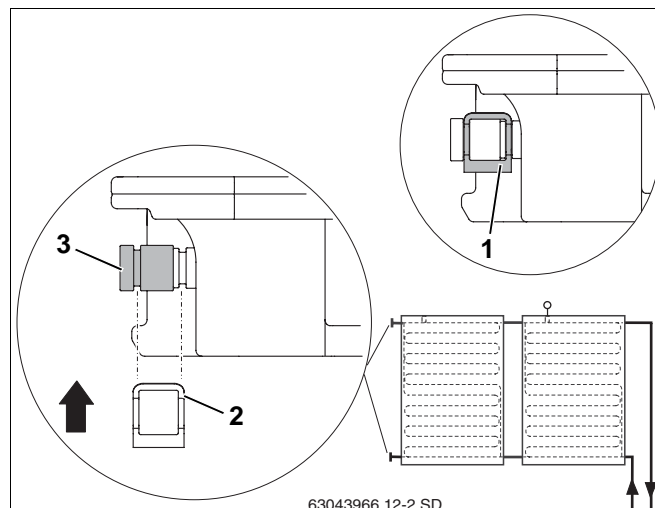

Bild 42 Säkra ändhylsor med klämmor
- ▶ Skjut ändhylsan med O-ring (bild 42, **pos. 3**) på solpanelsanslutningen.
- ▶ Skjut klämman (bild 42, **pos. 2**) över ändhylsan och solpanelsanslutningen som säkring.
- ▶ Säkra varje ändhylsa med en klämma (bild 42, **pos. 1**).